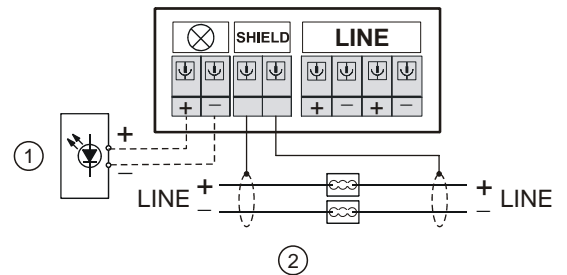

Fig. 2
1. Prepare the wires of the detector line; so that **later** they can be connected to the spring clip 'LINE' (see Fig. 2).
2. Connect the positive and negative poles of the detector line each to a micro terminal or a connection terminal (see Fig. 2). The detector line must be not interrupted when it shall be tested.
3. When **shielded** cables are used for the detector line, the shielding of the two detector line cables (incoming and outgoing) must be connected to the spring clips 'SHIELD' (see Fig. 2). To insert the wire, release the spring clip with a screwdriver. Only connect one wire per terminal! The shielding must not be in contact with any extraneous potentials or metal parts. The shielding of the external alarm indicator cable is connected to the positive pole of the alarm indicator by means of a connection terminal.
1. Bereiten Sie die Drähte der Melderlinie so vor, damit sie **später** an der Federklemme 'LINE' angeschlossen werden können (siehe Fig. 2).
2. Verbinden Sie die Pluspole und die Minuspole der Melderlinie mit je einer Mikroklemme oder einer Verbindungsklemme (siehe Fig. 2). Damit die Melderlinie getestet werden kann, darf sie nicht unterbrochen sein.
3. Werden **abgeschirmte** Kabel für die Melderlinie eingesetzt, müssen die Abschirmungen der beiden Melderlinienkabel (kommend und gehend) an den Federklemmen 'SHIELD' angeschlossen werden (siehe Fig. 2). Um den Draht einzuschieben, entlasten Sie die Federklemme mit einem Schraubenzieher. Pro Klemmstelle nur einen Draht anschliessen! Die Abschirmungen dürfen keine fremden Potentiale oder Metallteile berühren.
1. Préparez les câbles de la ligne de détection de façon à pouvoir les raccorder **ultérieurement** au clip à ressort 'LINE' (voir Fig. 2).
2. Reliez les pôles plus et les pôles moins de la ligne de détection avec respectivement un microbornier ou un bornier (voir Fig. 2). Pour pouvoir tester la ligne de détection, elle ne doit pas être interrompue.
3. Si des câbles **blindés** sont utilisés pour la ligne de détection, les écrans des deux câbles de lignes de détection (arrivée et départ) doivent être raccordés aux clips à ressort 'SHIELD' (voir Fig. 2). Pour insérer le fil, faites levier sur le clip à ressort à l'aide d'un tournevis. Ne raccorder qu'un fil par borne ! Les écrans ne doivent être en contact avec aucun autre potentiel ou pièce métallique.